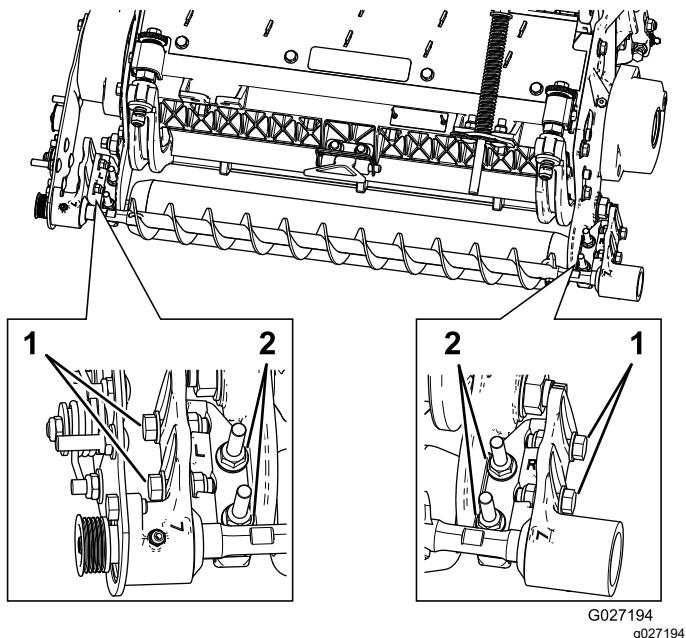

图 11
- 松开将滚筒刷安装支架固定到滚刀组侧板上的 2 个凸缘锁紧螺母 图 11。
- 旋转滚筒刷轴承座直到滚筒刷侧板与滚刀组侧板保持平行 图 11。
- 拧紧将滚筒刷安装支架固定到滚刀组侧板上的 2 个凸缘锁紧螺母 图 11。
- 松开将每个滚筒刷轴承座固定到滚筒刷安装支架上的 2 个螺栓 图 11。